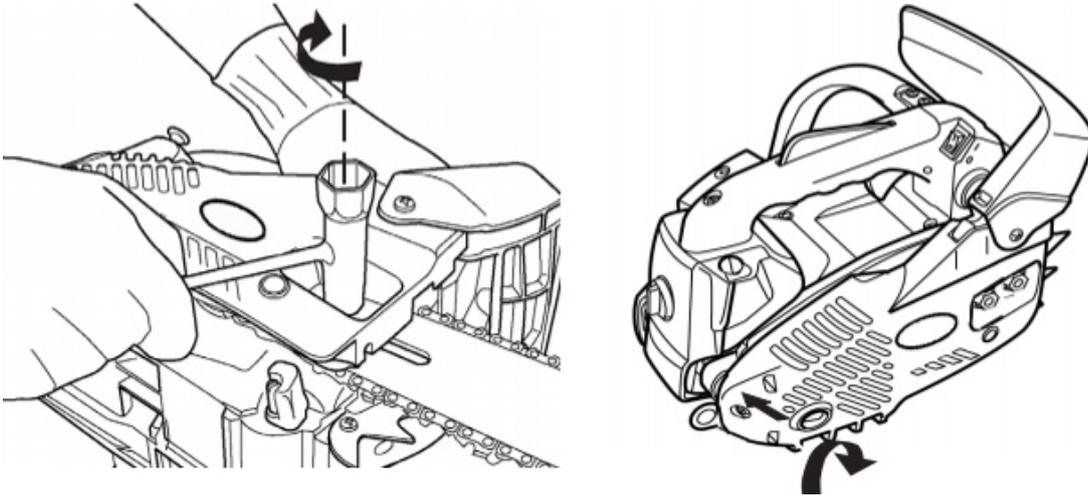

Fig.12
- 10) Visser les écrous et vis (Fig. 12) mais ne pas les serrer. Retourner la tronçonneuse pour vérifier que la chaîne est parfaitement montée sur le pignon moteur avec les dents d'entraînement engrenées avec le pignon.
12) Serrer à fond les deux écrous à l'aide de la clé livrée (Fig. 12) et la vis (Fig.14) et bouton en tenant le nez du guide soulevé. Vérifier que la chaîne peut tourner librement dans le guide.